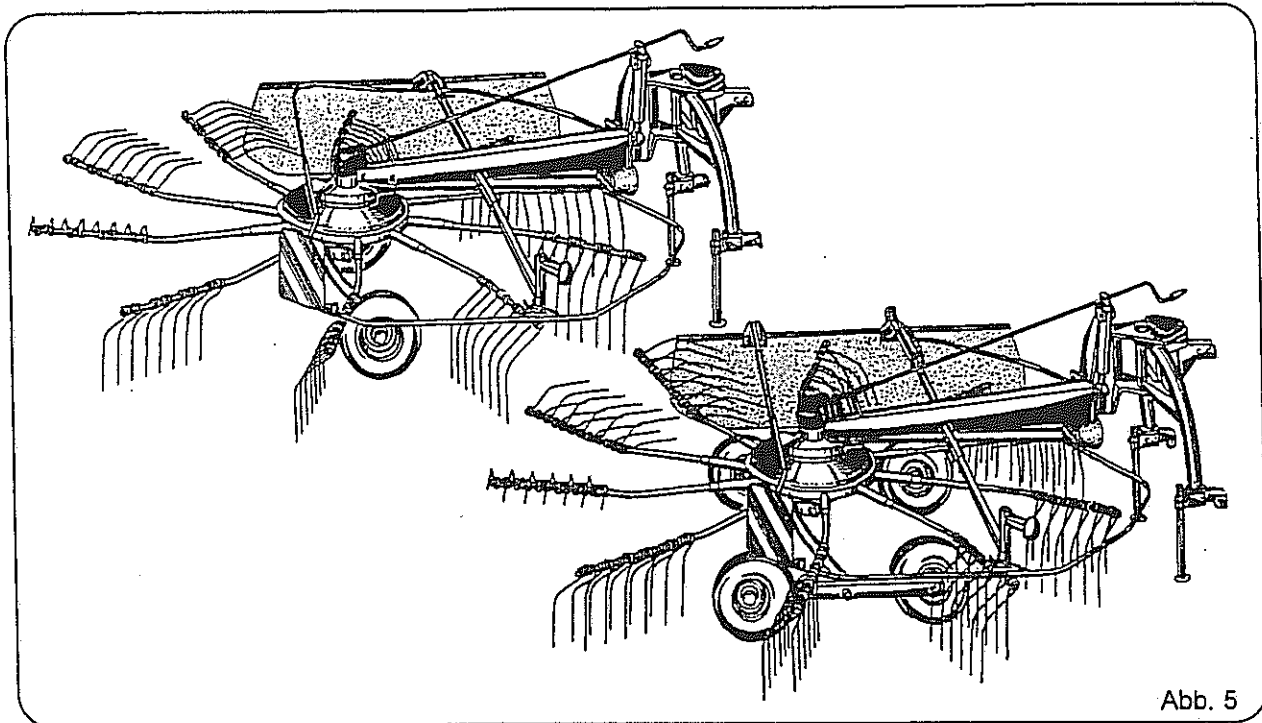
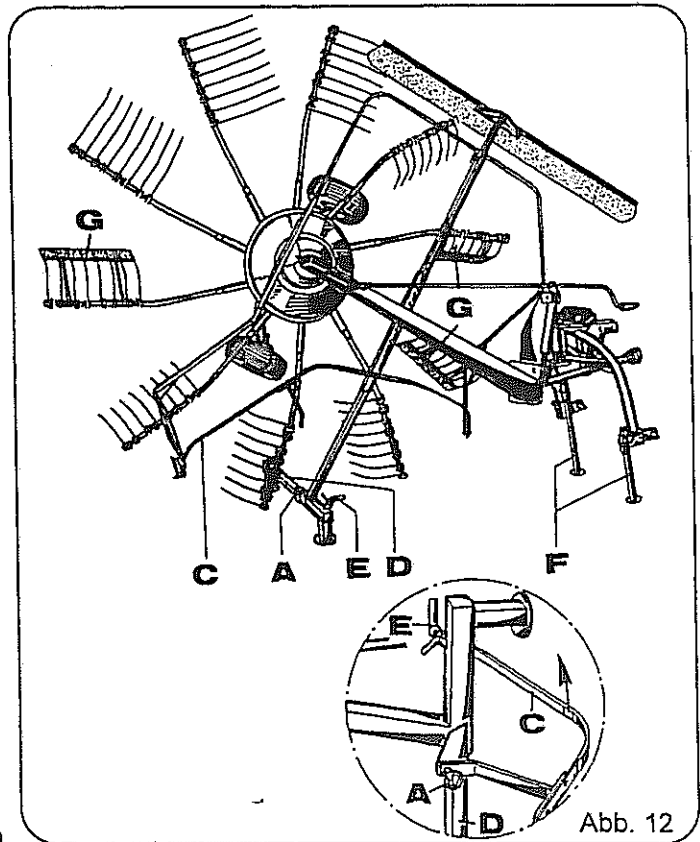

Abb. 5
Abb. 12
Der Rotorschwader kann sowohl in Arbeitsstellung (Seite 9, Abb. 5) als auch in Transportstellung (Abb. 12) abgestellt werden.
Um eine mögliche Verletzung durch die Zinkenenden zu verhindern sind die 3 bzw. 6 Schutzkappen über die Zinkenenden zu stülpen und zu sichern (Abb. 12, Pos. G).
- Stützhalter entfernen (Abb. 12, Pos. D)